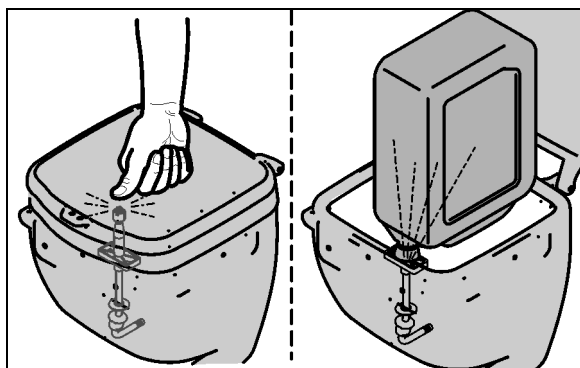

Fig. 64
- der geschlossene Klappdeckel nach unten gedrückt wird (Fig. 64).